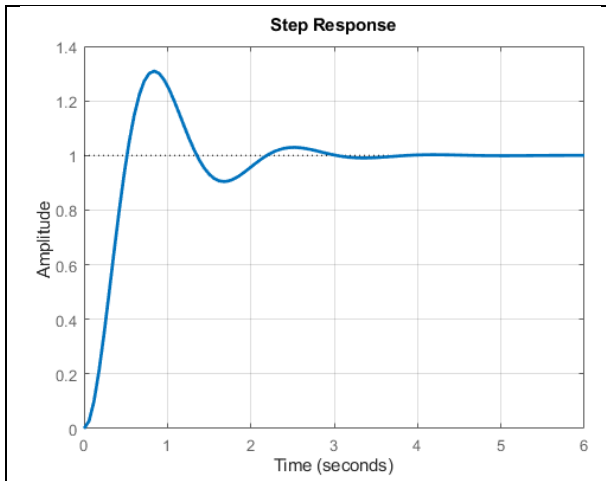

Figura 3
**2.A (6 punti)** Progettare un controllore  $C(s)$  tale da garantire che la risposta a ciclo chiuso ad un set-point costante di ampiezza unitaria sia quella riportata nella seguente Figura 3.